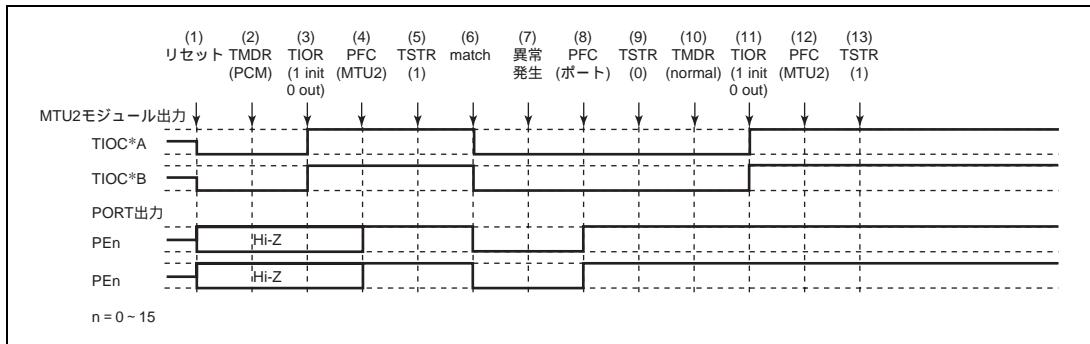

図 10.154 位相計数モードで異常が発生し、ノーマルモードで復帰する場合
位相計数モードで異常が発生し、再設定後ノーマルモードで再スタートする場合の説明図を図 10.154 に示します。
(1) ~ (9) は図 10.154 と共通です。
(10) PWM モード 1 を設定します。
(11) TIOR で端子を初期化してください (PWM モード 1 では TIOC*B 側は初期化されません)。
(12) PFC で MTU2 出力としてください。
(13) TSTR で再スタートします。
(19) 位相計数モードで動作中に異常が発生し、PWM モード 2 で再スタートする場合の動作
(10) PWM モード 2 を設定します。
(11) TIOR で端子を初期化してください (PWM モード 2 では周期レジスタの端子は初期化されません)。
(20) 位相計数モードで動作中に異常が発生し、位相計数モードで再スタートする場合の動作
(10) 位相計数モードで再スタートする場合には必要ありません。
(11) TIOR で端子を初期化してください。
(21) 相補 PWM モードで動作中に異常が発生し、ノーマルモードで再スタートする場合の動作